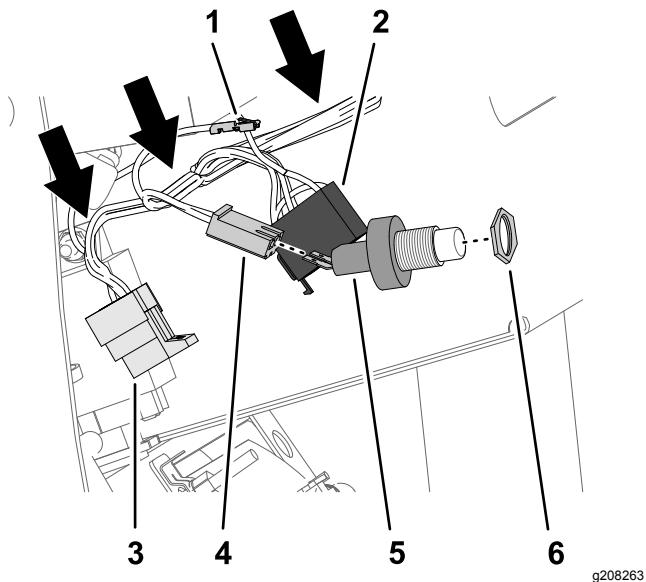

Figura 25
2. Aceda aos três conetores na extremidade do ramal de 108 cm da cablagem do kit (Figura 25).
3. Enrosque a porca de retenção (5/8 pol.) nas roscas do interruptor da buzina (Figura 25).
4. Ligue os dois terminais de espada do interruptor da buzina no conector de duas tomadas do ramal de 108 cm da cablagem do kit (Figura 25).